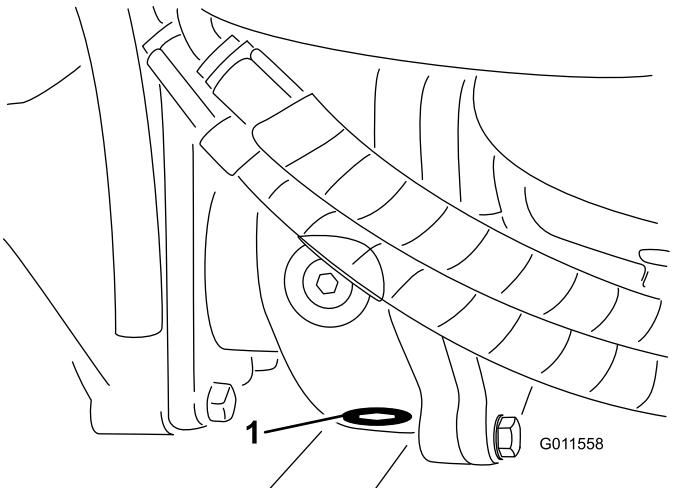

図 109
5. ギアボックスの底面にあるドレンプラグの周辺をウェスできれいにする図 109。